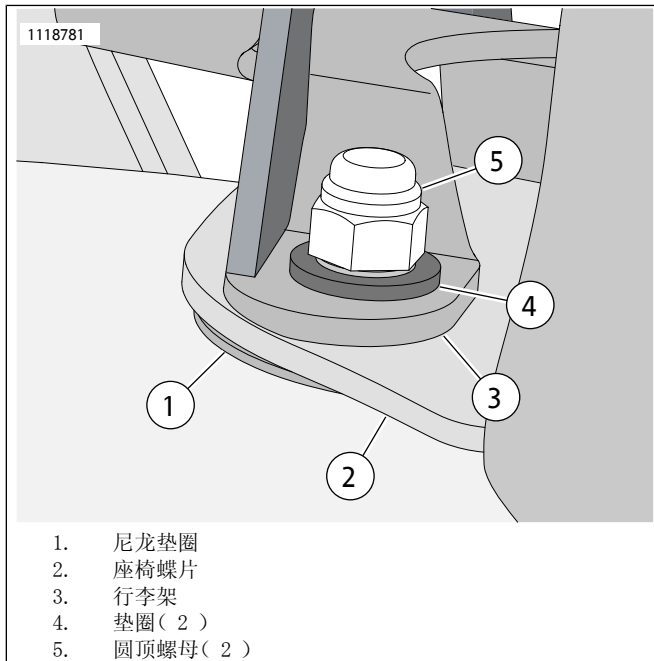

图5。安装五金件
- a. 参见图5。确保尼龙垫圈(1)和座椅蝶片(2)在螺柱上定位正确。